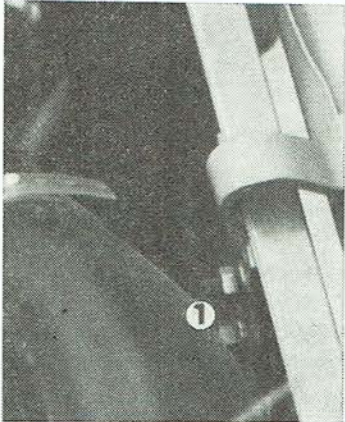

Abb. 59
2. Vier Muttern M 6 (Abb. 59/1) der Motorhaubenklappen sind auszuschrauben und die Haube ist abzunehmen.